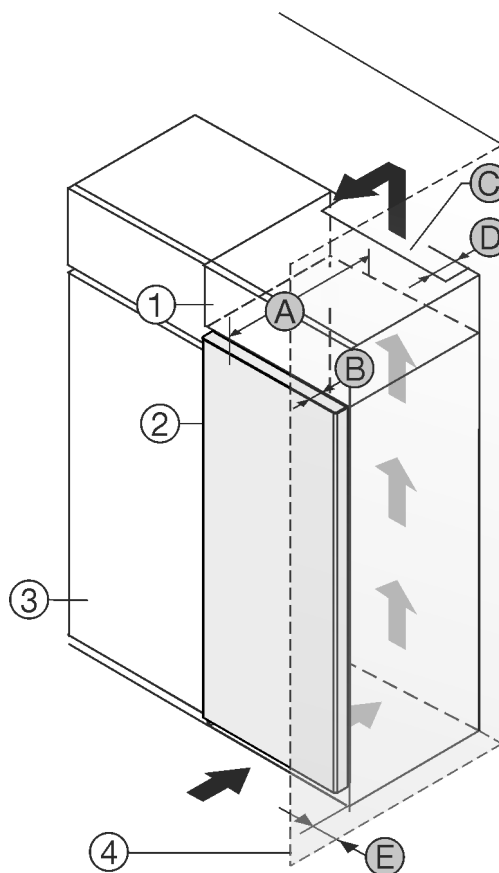

Fig. 1
- (1) Nastavná skříňka\*
- (2) Příklad\*
- (3) Kuchyňská skříň\*
- (4) Stěna\*
- (5) Hloubka přístroje\*
- (6) Hloubka dvířek\*
- (7) Ventilační průřez\*
- (8) Vzdálenost zadní strany přístroje\*
- (9) Vzdálenost k zadní straně přístroje\*
Můžete přístroj nainstalovat přímo vedle kuchyňské skřínky Fig. 1 (3).\*
Na zadní straně nastavné skřínky musí být větrací šachta hluboká Fig. 1 (7) přes celou šířku nastavné skřínky.\*
Pod stropem místnosti musí být dodržen ventilační průřez Fig. 1 (7).\*
Když přístroj instalujete závěsy vedle stěny Fig. 1 (4), musí být vzdálenost mezi přístrojem a stěnou minimálně 13 mm.\*
Když přístroj instalujete závěsy vedle stěny Fig. 1 (4), musí být vzdálenost mezi přístrojem a stěnou minimálně 20 mm.\*
Aby bylo možné dvířka plně otevřít, musí přístroj přesahovat o hloubku dvířek *Fig. 1 (B)* vůči přední linii kuchyňské skříňky. V závislosti na hloubce kuchyňských skříňek *Fig. 1 (3)* a použití vymezovačů odstupu od stěny může přístroj vyčnívat dále.\*